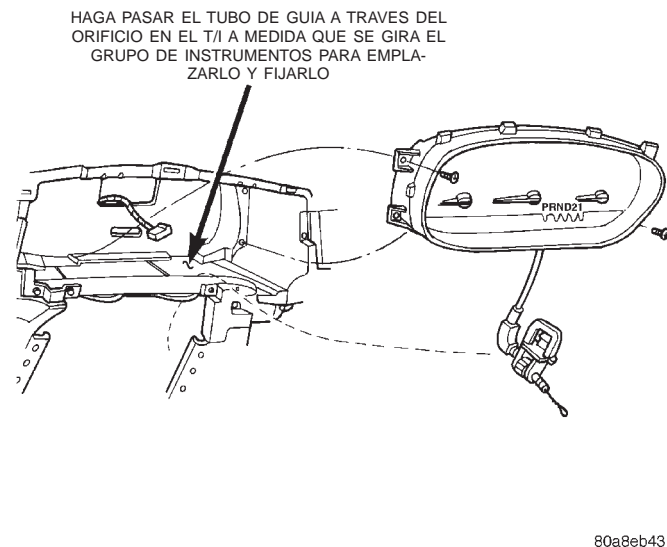

Fig. 26 Desmontaje e instalación del grupo de instrumentos
(8) Desconecte el conector de cables de la parte trasera del grupo de instrumentos.
(9) Retire con cuidado el grupo de instrumentos y al mismo tiempo haga pasar el cable de indicador de posiciones a través de la abertura para evitar cualquier daño (Fig. 26).